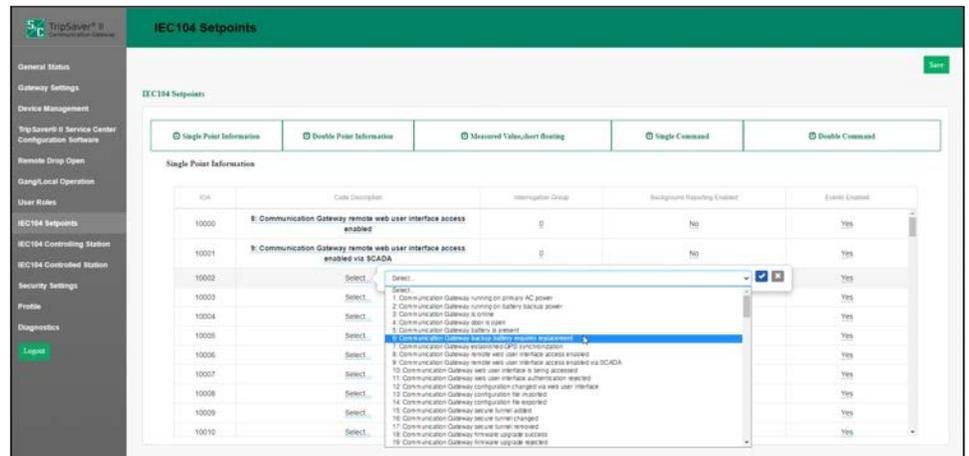

Figura 56. Configuração de Informações de Valores-Alvo em Ponto Único.
A tela *Single Point Information Setpoint Configuration* contém parâmetros de configuração de informações de valores-alvo de pontos únicos. A janela pode ser aberta clicando no botão **Single Point Information**. Ver Figura 56.
**Code Description:** Essa coluna de Descrição de Códigos, com códigos de ponto representando pontos de status específicos, pode ter atribuições de números de pontos individuais no SCADA. Uma lista completa de definições de descrições de código específicos pode ser encontrada na Folha de Instruções da S&C 461-561P. As descrições de código são definidas pela seleção no campo **Code Description** de forma compatível com o campo **IOA** respectivo. É apresentada uma caixa de diálogo flutuante com definições de códigos para todos os religadores TripSaver II pareados com o gateway de comunicação. Ver Figura 56. Quando uma definição de código tiver sido escolhida, selecione o ícone **Check Mark** (Caixa de Verificação) para finalizar. A remoção de uma seleção de código pode ser realizada pela seleção de uma linha em branco no menu suspenso e clicando na caixa de verificação. Isso resulta num campo sendo mostrado como vazio. Para concluir clique no botão **Save**.